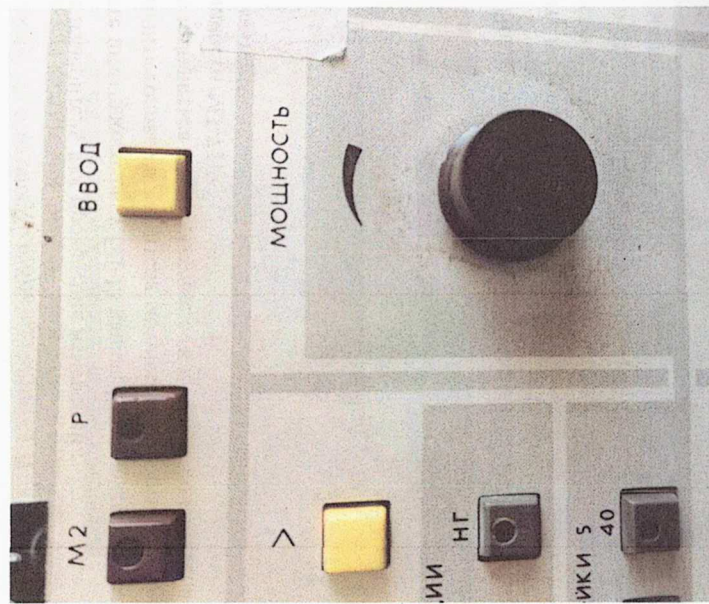

Рисунок 8 — Ручка управления уровнем мощности на Г4-161
4. Крутя ручку управления уровнем мощности «Мощность» на генераторе Г4-161 (рисунок 8) добейтесь уровня выходной мощности в 40 мкВт;